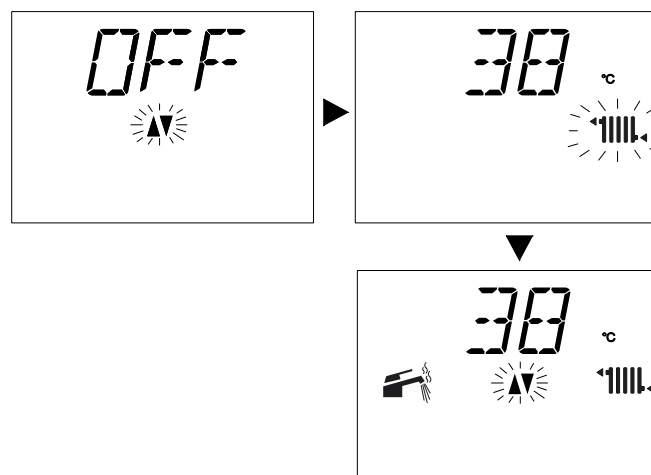

Fig. 2.8
- con regolazione temperatura mandata riscaldamento minima Fig. 2.8